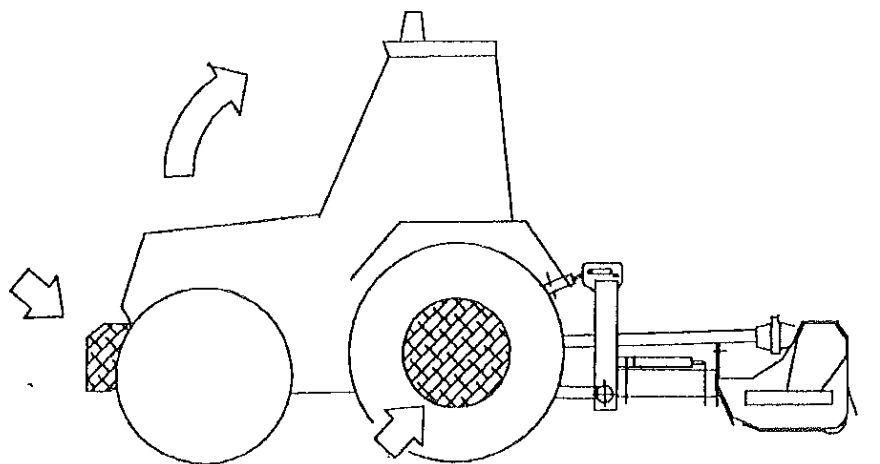

図11
- 一 本機を付けた状態で、トラクターの油圧で本機を上へ持ち上げて下さい。トラクターの片側が浮くようであれば、トラクターの前側にフロントウェートを装着し、本機と反対側の後輪ホイールにバランスウェートを装着してください。(図11)